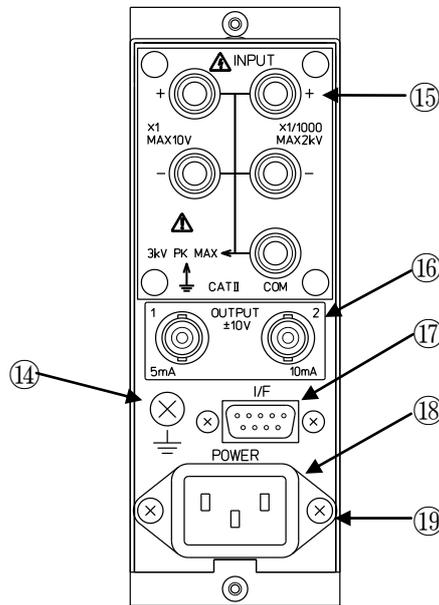

図3 背面パネル
⑪	A T T (分圧器切換スイッチ 及び表示LED)	このスイッチを押すとA T Tの設定が切り換えられます。×1の時の最大入力範囲は±10V (DCまたはAC $\sqrt{2}$ 値), ×1/1000の時の最大入力範囲は±2kV (DCまたはAC $\sqrt{2}$ 値)となります。
⑫	C A L (校正値印加スイッチ 及び表示LED)	このスイッチを押すと, O N表示LEDが点灯し校正値が印加されます。もう一度押すとLEDは消灯し印加されなくなります。出力は+2Vに③VARで設定されている利得を乗じた値になります (VAR左一杯時は+2V)。C A L電圧は信号に重畳されますので測定中はO F Fにしてください。
⑬	L P F (ローパスフィルタ切換 スイッチ及び表示LED)	このスイッチで本器の出力フィルタを切り換えます。本器のフィルタは3ポールベッセル形 (降下特性-18dB/oct) となっています。カットオフ周波数は10, 100, 1k, 10kHzです。W/B時は (100kHz + 1, -3dB) となります。
2. 2 背面パネル各部の名称と機能 (図3参照)